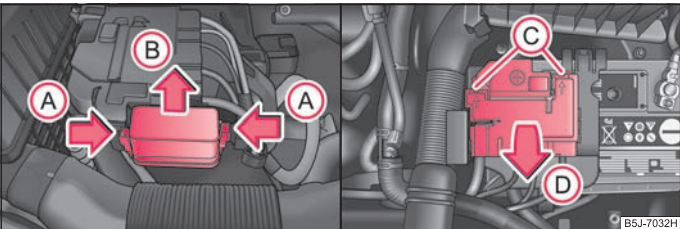

Fig. 163 Batterie: Cache des fusibles
- Appuyez en même temps sur les verrouillages du cache-fusibles dans le sens de la flèche (A) ⇒ fig. 163 et poussez le cache dans le sens de la flèche (B) pour l'enlever.
- Avec un tournevis plat, déverrouillez les fixations dans les ouvertures (C) et relevez le cache dans le sens de la flèche (D).